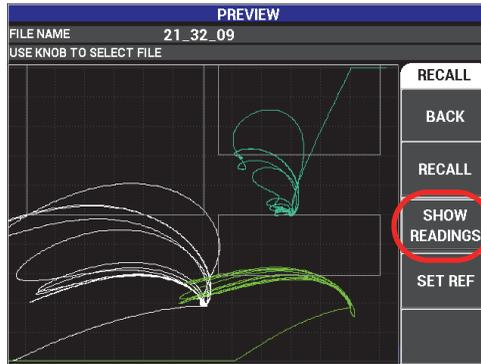
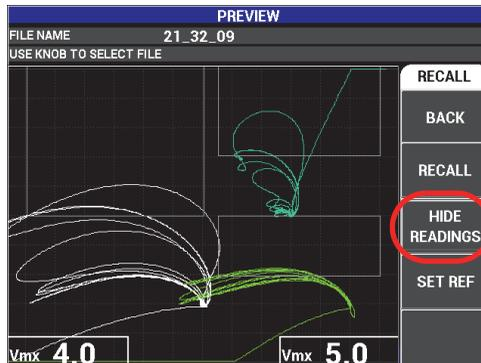

Figura 4-13 La funzione SHOW READINGS (mostra letture)
Figura 4-14 La funzione HIDE READINGS (nascondi letture)
- Mostra o nasconde le letture premendo il tasto C (vedere Figura 4-13 a pagina 105 e Figura 4-14 a pagina 105).